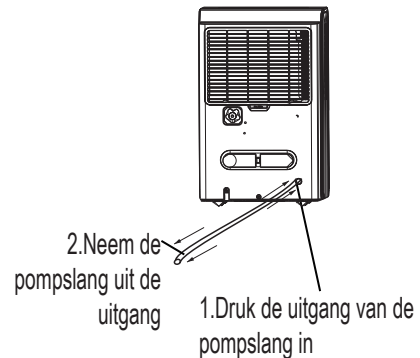

Fig. 13
- Druk de uitgang van de pompslang in en neem de pompslang uit de uitgang (zie Fig.13). Zorg ervoor dat het water in de pompslang niet op de vloer druppelt.